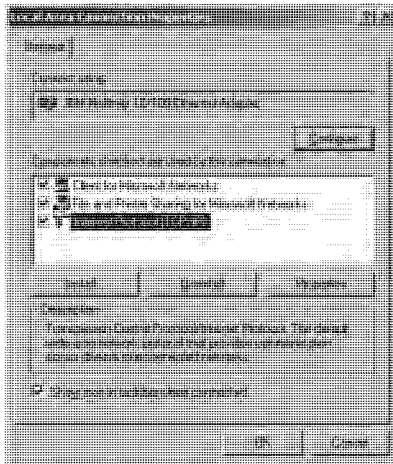

Рис. 9. Окно свойств подключения по локальной сети
5. Выберите *Internet Protocol (TCP/IP) [Протокол Интернета (TCP/IP)]* и щелкните по кнопке *Properties (Свойства)*, см. рис. 9: